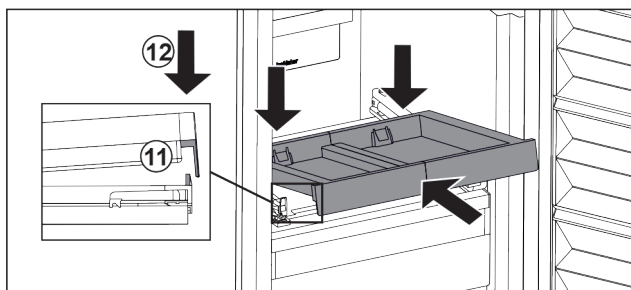

Fig. 33
- ▶ Zasuňte ju šikmo. Dbajte na to, aby sa na oboch stranách doraz nachádzal za sponou. Fig. 33 (11)
- ▶ Zložte vyťahovaciu poličku vpredu. Fig. 33 (12)